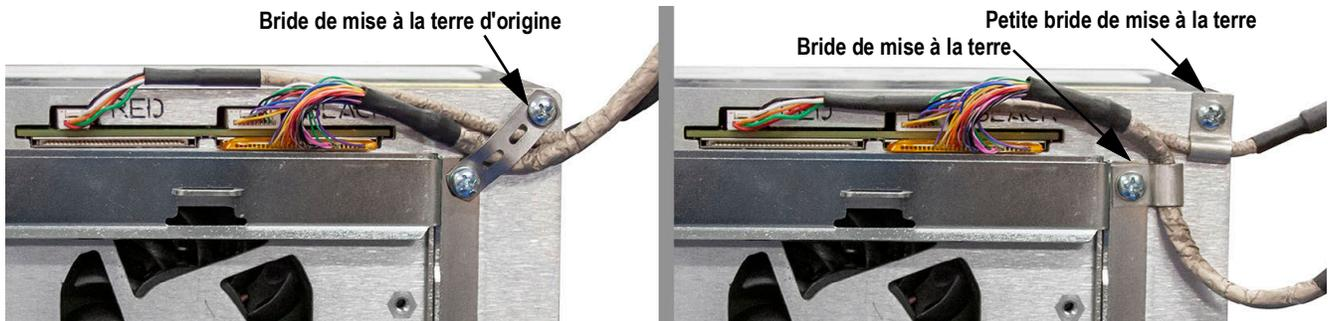

Figure 2-19. Mise à la terre du blindage de boîtier de contrôleur
7. Retirez la bride de mise à la terre d'origine utilisée sur les câbles du module d'affichage et de l'écran tactile. Reportez-vous à la Figure 2-19, page 36.